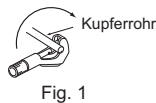

Fig. 1
- Der Ablaufschlauch sollte nach unten gerichtet sein, um ein gutes Abfließen sicherzustellen. (Fig. 1)
- 1) Fassen Sie die Kältemittelleitungen und den Ablassschlauch zusammen und umwickeln Sie sie anschließend vom Ende her mit Filzband (4). Die Überlappung des Filzbandes (4) sollte ein Drittel der Bandbreite betragen. Bringen Sie eine Bandsicherung am Ende des Filzbandes (4) an.
- 2) Ziehen Sie die Ablasskappe rechts hinten von des Innengerätes heraus. (Fig. 1)
- Schneiden Sie das Kupferrohr sachgemäß mit einem Rohrschneider ab. (Fig. 1, 2)